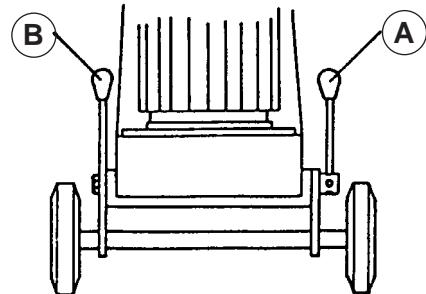

FIG. 7
Obtenu en desserrant le levier (A) et en amenant vers l'avant le levier (B) [VOIR FIG. 7].
Obtenue en desserrant le levier (A) et en amenant vers l'arrière le levier (B) [VOIR FIG. 7].